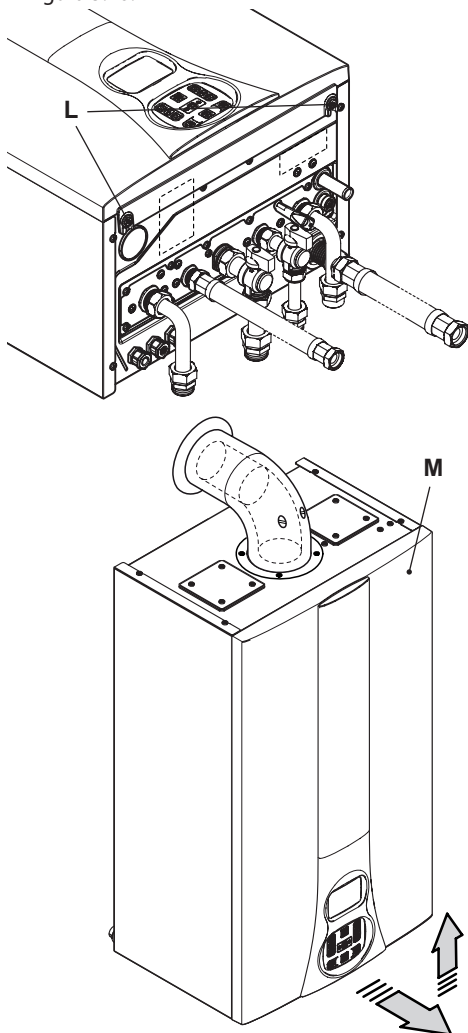

Figura 5.18
- Svitare le viti L e rimuovere il pannello frontale M tirandolo a sé e quindi spingendolo verso l'alto in modo da liberarlo dalle sedi superiori. Figura 5.18.